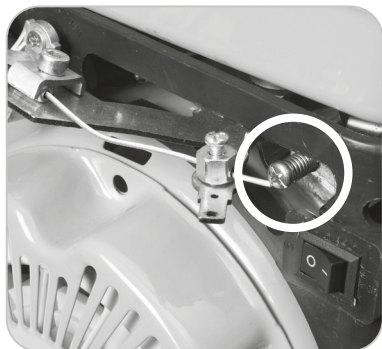

Fig. 11
- Girare la vite rapida (**Fig. 11**) un po' alla volta (massimo di mezzo giro) in senso orario per diminuire la velocità del motore, o in senso antiorario per aumentarne la velocità.